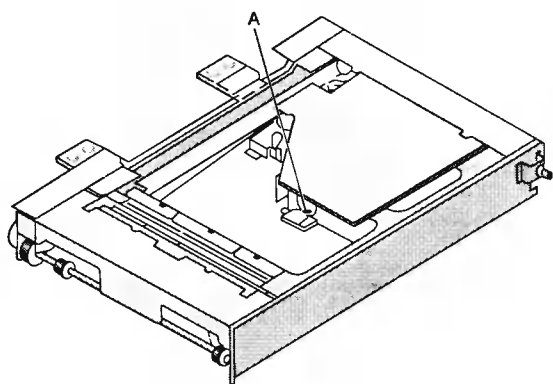

Рис. 8. Коррекция зеркал
После набора этой последовательности клавиш на табло количества копий выводится предустановленная величина (50). Подставьте величину, показанную в точке А (рис. 8), в приведенную ниже формулу: